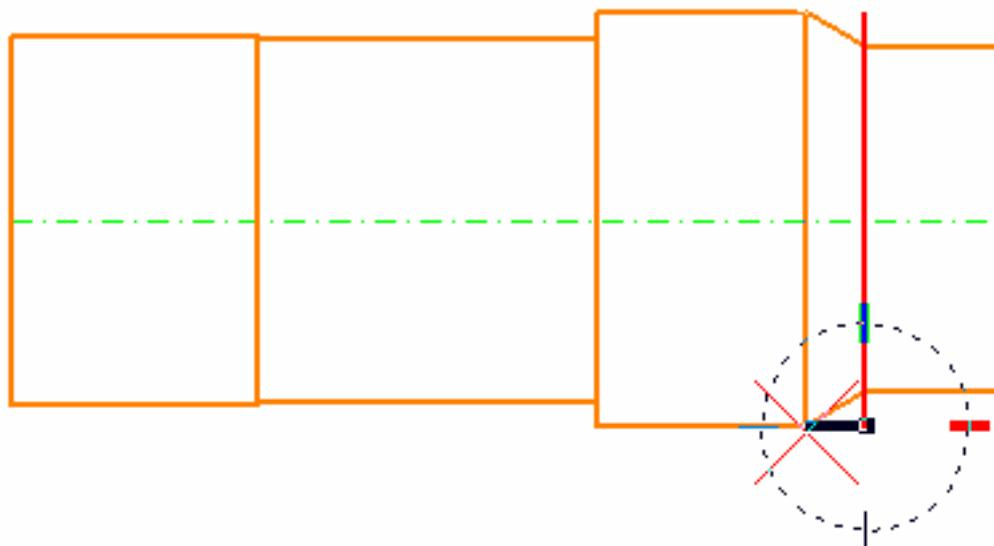

рис. 82
- После усечения (рис. 81) осталось переместить лишнюю вертикальную линию оставшуюся от третьего прямоугольника в точку усечения фасок. Для этого выберите инструмент *Перемещение элемента* из панели пиктограмм *Манипуляции*. Привяжитесь к нижнему краю линии (рис. 82). Подтвердите перемещение элемента за нижнюю точку. Переместитесь к точке усечения двух нижних линий и привяжитесь к ней. Подтвердите перемещение в точку усечения.